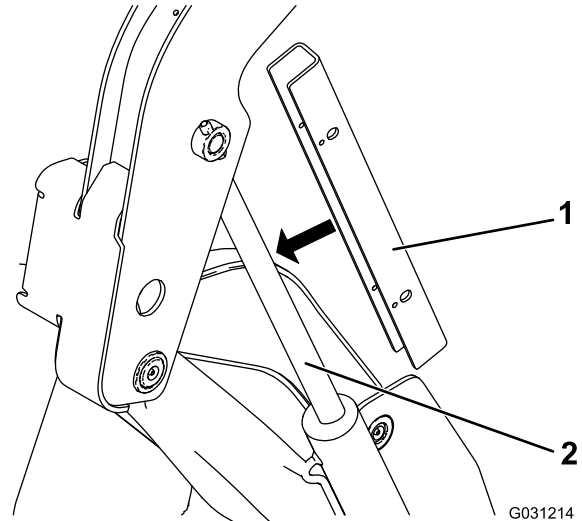

Figura 35
5. Coloque los bloques de cilindro sobre la varilla del cilindro de elevación (Figura 35).